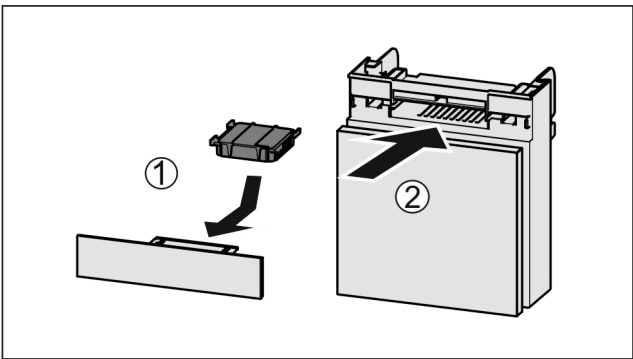

Fig. 99
- ▶ 按图装入 Fig. 99 (1)活性炭过滤器。
- ▶ 推入 Fig. 99 (2)抽屉。